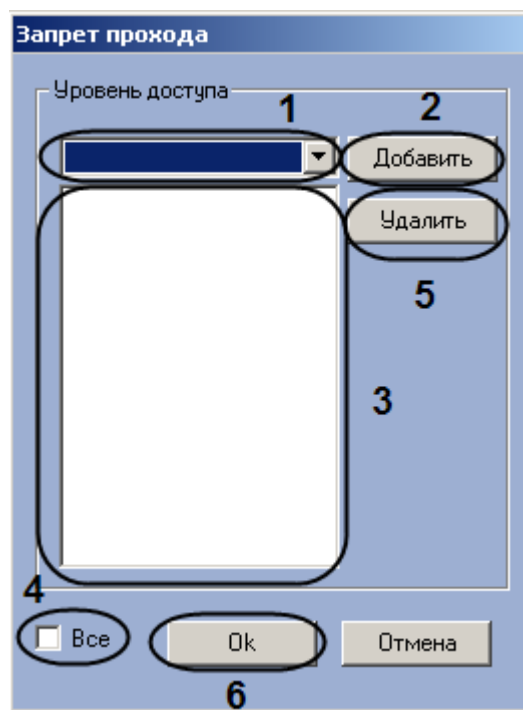

Рис. 3.5—9 Настройка запрета прохода
9.1 Установить флажок **Запрет выхода** (см. Рис. 3.5—7, 8).
9.2 В открывшемся окне **Запрет прохода** из раскрывающегося списка выбрать уровень доступа, пользователям которого требуется запретить проход через данный считыватель (Рис. 3.5—9, 1).
9.3 Нажать на кнопку **Добавить** (см. Рис. 3.5—9, 2). Выбранный уровень доступа будет добавлен в список (см. Рис. 3.5—9, 3).
Примечание. Если требуется запретить проход через считыватель для всех уровней доступа, необходимо установить флажок Все (см. Рис. 3.5—9, 4).
Примечание. Если запрет прохода через считыватель для данного уровня доступа более не требуется, необходимо выделить соответствующий уровень доступа в списке (Рис. 3.5—9, 3) и нажать на кнопку Удалить (см. Рис. 3.5—9, 5).